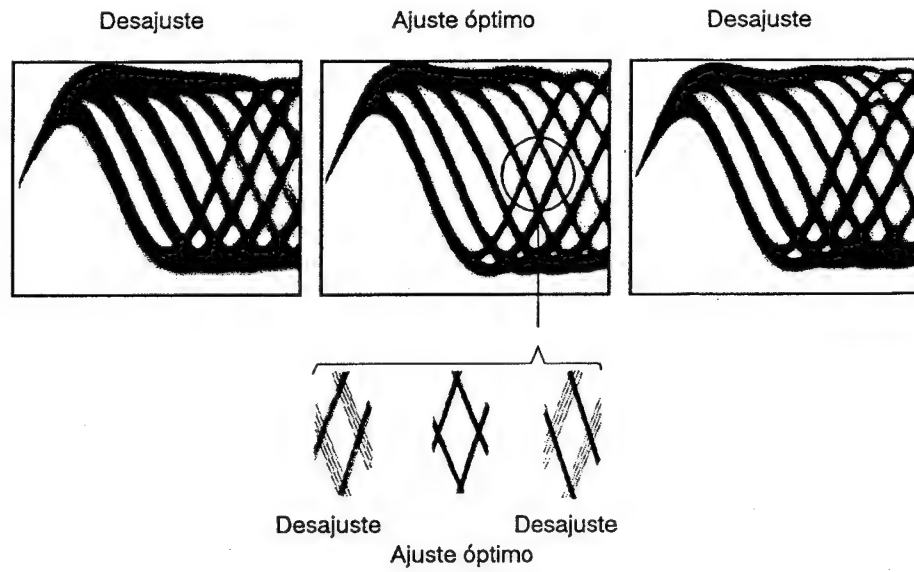

Figura 5 Patrón Óptico
3. A continuación, ajuste el tornillo de ajuste de inclinación tangencial con un destornillador Phillips hasta que el patrón ocular (la forma de diamante del centro de la señal de RF) pueda verse con la mayor claridad (figura 5).